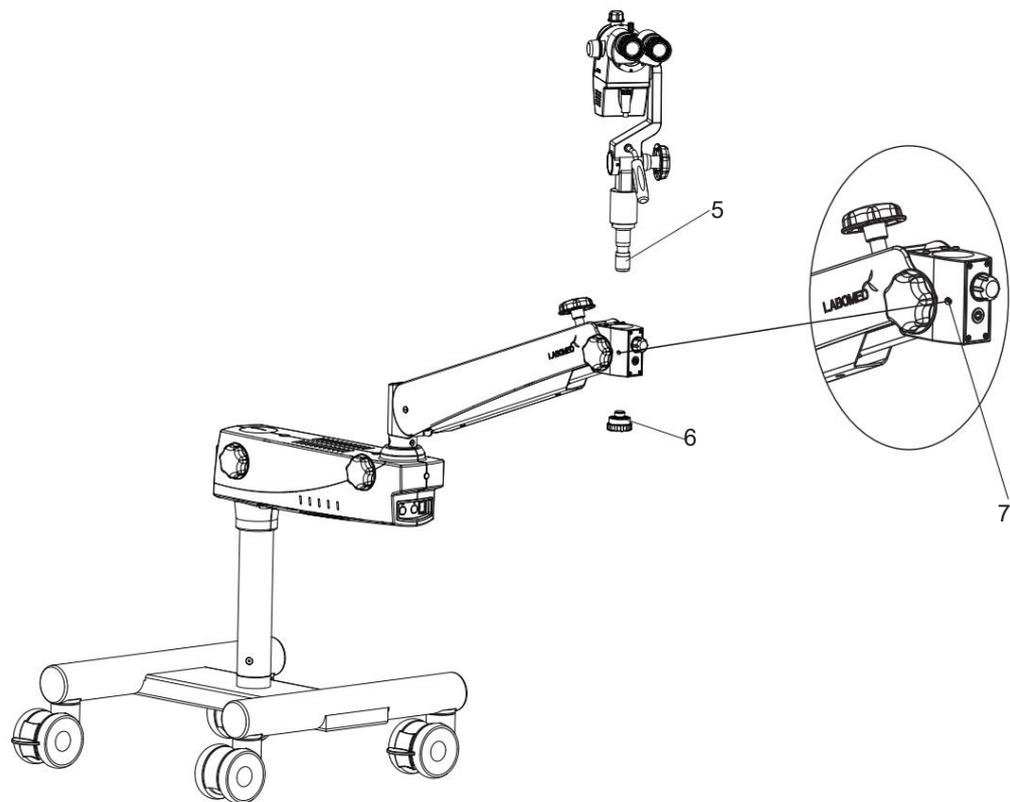

Figure 2.5
- Sortez l'ensemble support de son emballage et procédez comme ci-dessous. voir Fig. 2.5
- Installez l'accouplement sur le bras de suspension en faisant glisser l'arbre de guidage (5) dans la suspension. bras.
- Verrouillez le raccord incliné avec le bouchon fileté (6).
- Fixez la vis de sécurité à tête plate (M5) à l'aide d'un tournevis à tête plate dans la douille située dans l'accouplement avant du bras de suspension comme indiqué comme (7) sur la fig. 2.5. Le même est accroché avec une attache au bouton du potentiomètre.